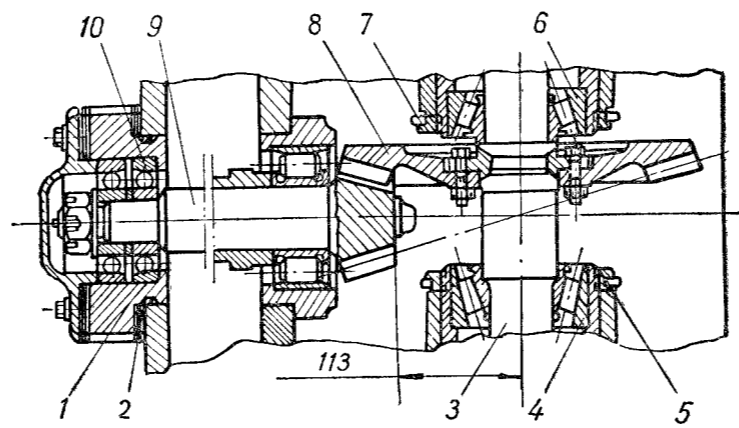

Рис. 38. Схема регулировки конической передачи:
Во время эксплуатации трактора расстояние между наружным обработанным торцом вторичного вала 9 (рис. 38) и осью вала 3 заднего моста 113 мм, установленное на заводе при регулировке, должно сохраняться неизменным для определенной пары конических шестерен.
Зазоры в конических роликоподшипниках 4 и 6 (рис. 38) вала 3 заднего моста и зацепление шестерен регулируется одновременно; для этого необходимо:
Правильное расположение отпечатка достигается перемещением ведущей или ведомой шестерни согласно табл. 10. Передвижение ведущей конической шестерни 9 (рис. 38) достигается путем изменения количества прокладок 2 под фланцем стакана 1 подшипников. Перемещение ведомой конической шестерни 8 производится при помощи гаек 5 и 7.
1) установить ориентировочно размер 113 мм между торцом малой конической шестерни 9 и осью вала 3 (рис. 38) заднего моста; этот размер устанавливают путем изменения числа регулируемых прокладок 2 под фланцем стакана подшипников 10 вторичного вала;